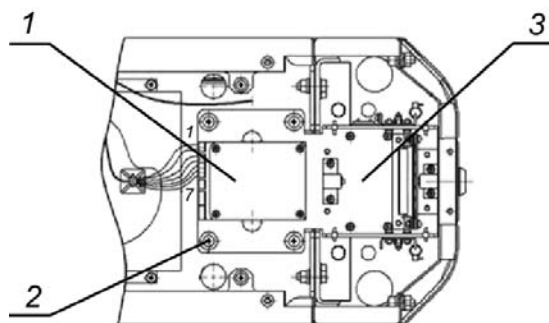

Рисунок 14. Механизм картоприемника
Для переустановки механизма картоприемника (3, рис. 14) необходимо выполнить следующие действия (номера позиций даны в соответствии с рис. 2, если не указано отдельно):
- 8 Демонтируйте механизм картоприемника (3, рис. 14) – крепится четырьмя винтами М5х20 (2, рис. 14) – и установите его на противоположную сторону ЭП, закрепив на аналогичное место этими же винтами.